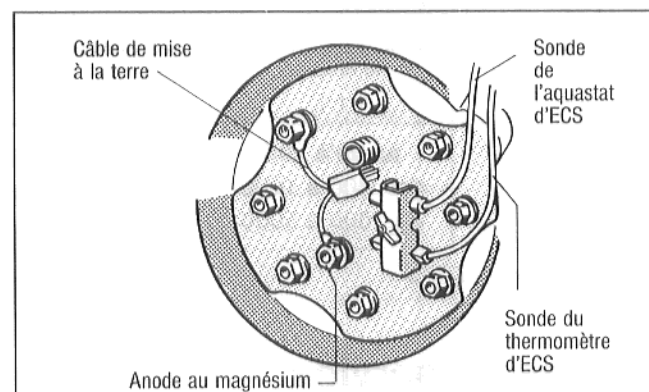

Fig. 8
- Dévisser l'écrou à oreilles du dispositif de fixation des sondes et placer les sondes en fonction de leur forme dans les encoches du dispositif de fixation (fig. 8).
- Vérifier que le câble de mise à la terre de l'anode au magnésium est bien raccordé à l'une des vis de fixation du couvercle du trou de poing (fig. 8).
- Raccorder le connecteur du câble de mise à la terre au câble de l'appareil de régulation (fig. 8). Pour les autres modèles d'appareils de régulation, le connecteur n'est pas utilisé.